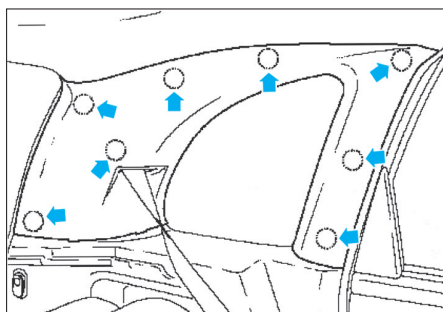

FIG. 3
- Déposer le revêtement intérieur de montant C/D (8 clips) (Fig.3).